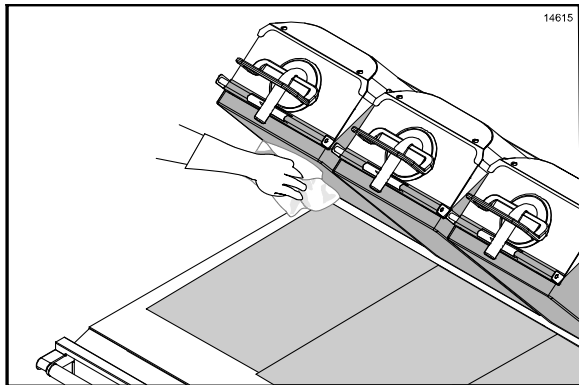

Figure 41
8. Essuyer la surface exposée des feuilles de protection supérieures et inférieures avec un chiffon grill propre et trempé dans de l'aseptisant (Cf. Figure 41).